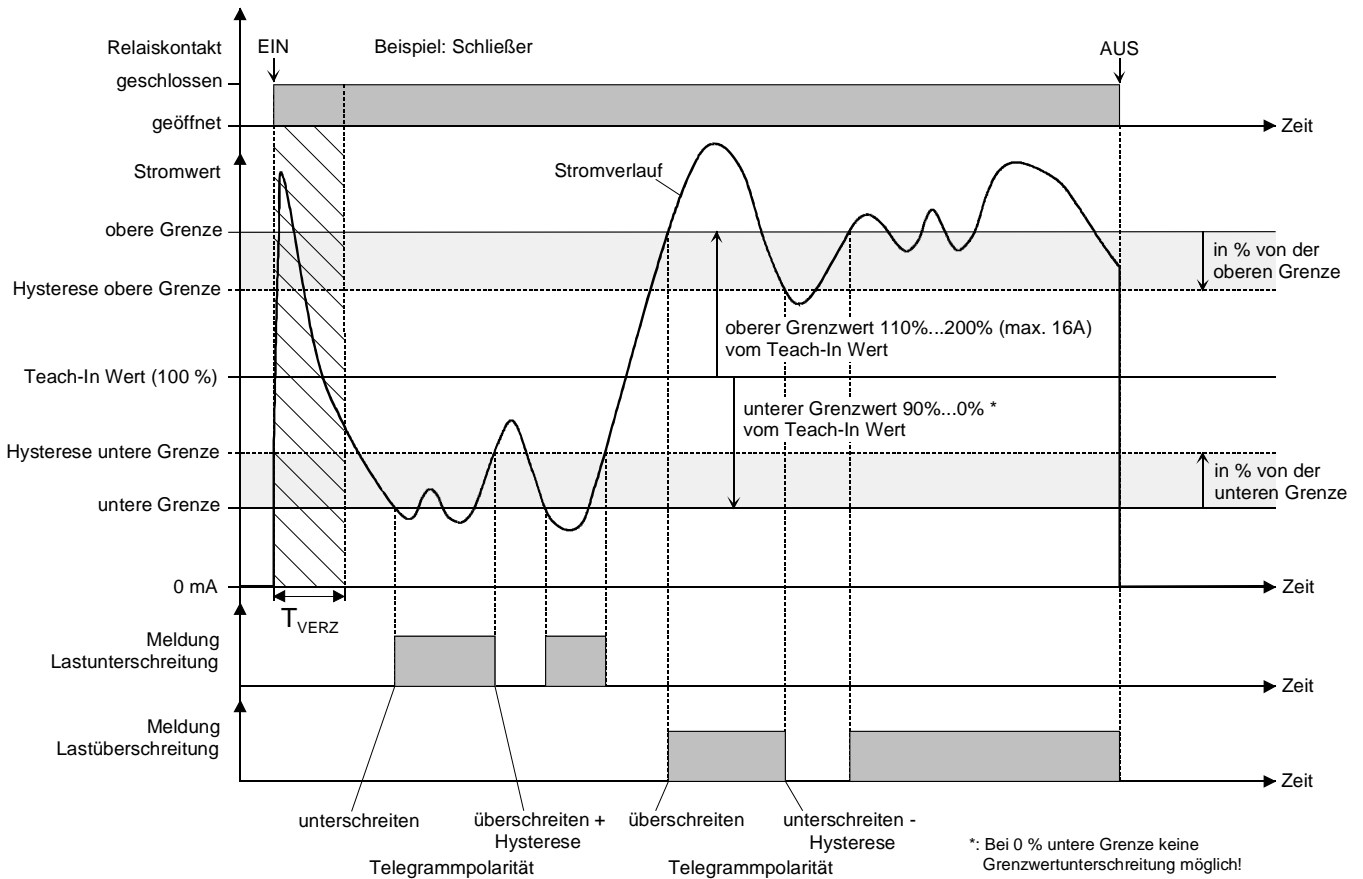

Bild 18: Lastüberwachung mit Teach-In (exemplarischer Stromverlauf)
- Die Überwachung erfolgt mit im laufenden Betrieb einlernbaren Stromgrenzwerten (Teach-In). Diese Einstellung ist beispielsweise für änderbare Lasten anwendbar. Der Teach-In-Vorgang wird durch ein separates Kommunikationsobjekt je Ausgang eingeleitet. Dabei wird der zum Zeitpunkt des Teach-In eingestellte Laststrom gemessen und im Aktor dauerhaft gespeichert. Die Lastgrenzen leiten sich dann relativ aus dem eingelernten Laststrom durch eine feste ETS-Parametervorgabe ab (vgl. Bild 18).